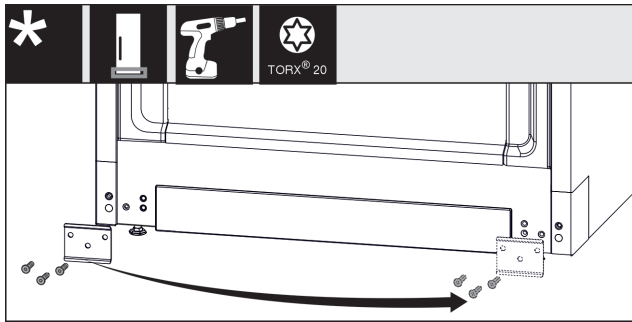

Fig. 13
- ▶ Deșurubați placa de tablă, mutați-o pe cealaltă parte și înșurubați-o din nou. Fig. 13 (1)